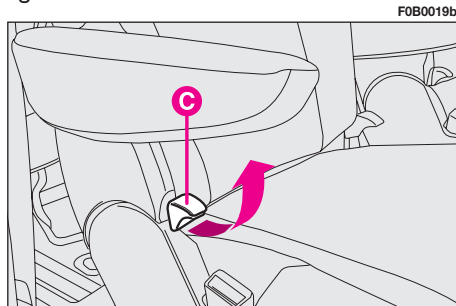
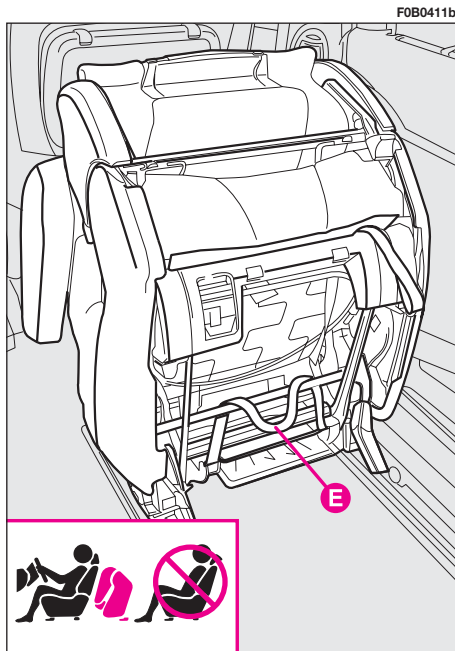

fig. 33
fig. 36
### REGLAGE DE L'INCLINAISON DU DOSSIER fig. 33
Pour utiliser le plan d'appui obtenu grâce au dossier des sièges latéraux (position en "petite table"), actionner le levier de déclenchement **C**-fig. 33 et accompagner le dossier jusqu'au coussin.
Actionner le levier de déclenchement **C-fig. 33** et accompagner le dossier jusqu'à obtention de la position en "petite table"; poursuivre la rotation et accompagner le siège renversé jusqu'à obtention de la position en "portefeuille" indiquée en **fig. 36**.
**Le siège deuxième rangée renversé en "portefeuille", il est interdit de transporter des passagers sur les sièges de la troisième rangée, comme indiqué sur l'étiquette fig. 36 située sur les sièges, afin d'éviter tout risque de contact dans les mécanismes de l'articulation du siège renversé.**
Pour y accéder soulever le levier **C-fig. 33** en agissant de l'extérieur et renverser complètement le siège en avant.
– actionner le levier de déclenchement **C**-fig. 33 et accompagner le dossier jusqu'à obtention de la position en "petite table"; poursuivre la rotation et accompagner le siège renversé jusqu'à obtention de la position en "portefeuille" fig. 36;